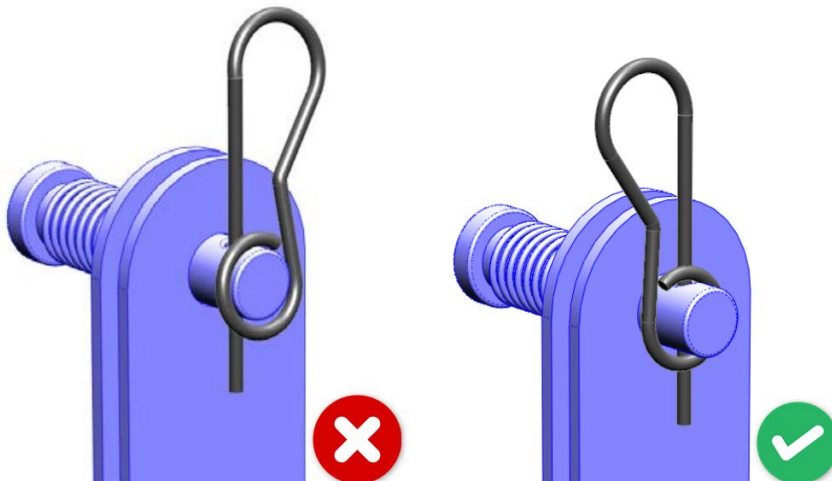

Abb. 13
9. Um den Bolzen korrekt zu sichern, bringen Sie die Klammer wie in Abb. 13 gezeigt an.